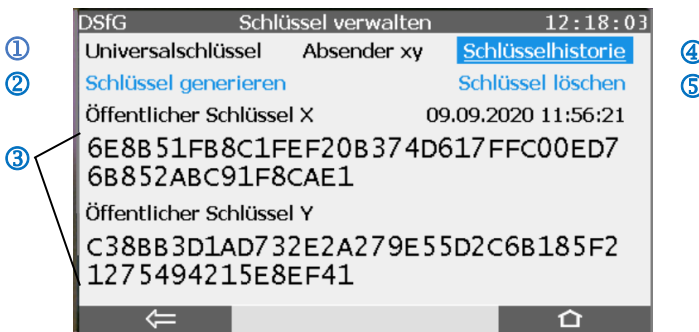
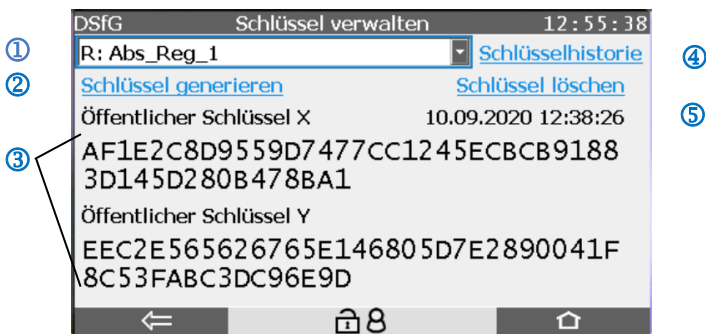

Abb. 12: Anzeige **Schlüssel verwalten** für Universalschlüssel
Abb. 13: Anzeige **Schlüssel verwalten** bei instanzselektiver Signierung
- ① Link zur Störungsliste. Wenn keine unquittierten oder anstehenden Meldungen vorliegen, stattdessen Infozeile zum letzten Schließen des Eichschalters
- ② Angabe der EADRs der Instanzen, deren Archivtelegramme signiert werden (parametrierte **Instanzen für Signierung**)
- ③ Hyperlink für Wechsel in die Detailanzeige (⇒ Abb. 13)
- ④ Auflistung der EADRs, jeweils mit Zeitstempel, der angibt, wann das letzte Telegramm dieser DSfG-Instanz signiert wurde. Falls statt eines Zeitstempels Striche angezeigt werden, ist für die betreffende Instanz seit dem letzten Einschalten des Gerätes noch kein Telegramm signiert worden.
- ① Link zur Störungsliste. Wenn keine unquitierten oder anstehenden Meldungen vorliegen, stattdessen Infozeile zum letzten Schließen des Eichschalters
- ② Es wird ein **Universalschlüssel verwendet**.
- ③ Hyperlink für Wechsel in die Detailanzeige (⇒ Abb. 12)
- ④ Zeitstempel, der angibt, wann das letzte Telegramm signiert wurde. Vor dem Zeitstempel sieht man, von welcher Instanz (EADR) das Telegramm ursprünglich generiert wurde. Falls in dieser Zeile Striche angezeigt werden, ist seit dem letzten Einschalten des Gerätes noch kein Telegramm signiert worden.
Die erste Zeile der Anzeige unterscheidet sich, je nachdem, ob als Verfahren das Signieren mit einem Universalschlüssel (⇒ Abb. 12) oder mit einzelnen Schlüsseln für unterschiedliche DSfG-Instanzen (⇒ Abb. 13) parametrisiert ist.
In Abb. 13 sieht man eine entsprechende Anzeige für den Fall, dass statt Verwendung eines Universalschlüssels die Verwendung von einzelnen Schlüsseln für bis zu 8 bestimmte Instanzen am DSfG-Bus parametrisiert wurde.
- ① Beispiel für instanzselektive Signierung: Der angezeigte Schlüssel gehört zu der hier angegebenen Instanz (EADR, im Beispiel **R**). Um die Schlüsselhistorie für eine andere Instanz aufzuschalten, gehen Sie zurück zur vorherigen Anzeige (⇒ Abb. 13), wählen hier die gewünschte EADR aus und aktivieren erneut **Schlüsselhistorie**.